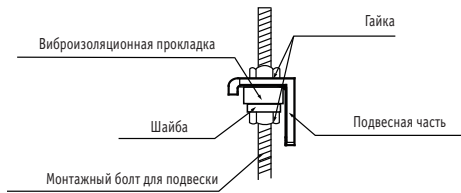

Рис. 4.9
9. Установите внутренний блок на подвесные монтажные болты с помощью блока. Для предотвращения утечек установите внутренний блок горизонтально с помощью уровня (см. рис. 4.9).